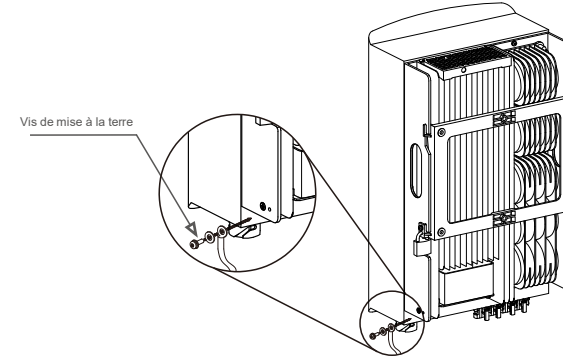

Figure 5.10 Câble fixé
- 6) Connectez le câble de mise à la terre au point de mise à la terre du dissipateur thermique et serrez la vis de mise à la terre avec un couple de 3 Nm (voir la figure 5.10).